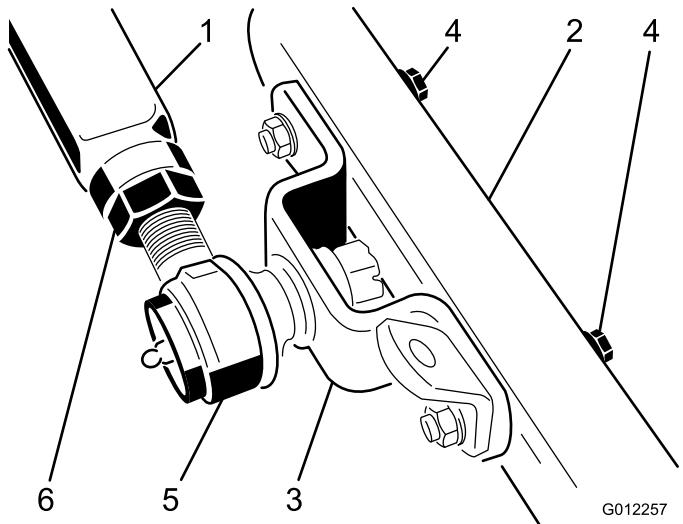

図 21
のキャスタアームに固定しているキャップスクリュ、平ワッシャ、ロックナットを取り外す（図 21）。外し終わったら、アームを押えていた人は、アームを押さえつけていたちからを慎重にゆっくりとゆるめて68 kgのスプリング圧力を開放する。
- もう一人に、左側プッシュアームを上からしっかりと押し付けてもらっておいて、ボールジョイント・マウントの穴とキャスターームの穴とを整列させる(図21)。そしてすぐに、プッシュアームの上部とシャーシの下との間に10cm x 10cmの角材をはさみ込む。